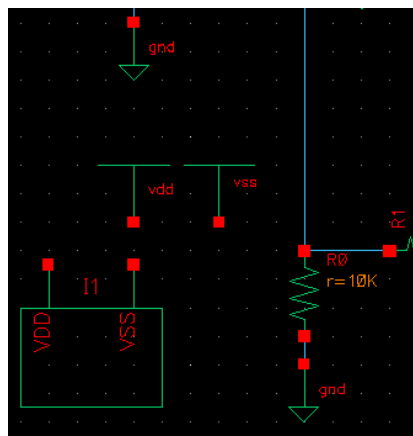

图 5.5 改变后的 ampTest 原理图
- ① 改变 ampTest schematic 的原理图 5.4 中电源部分如图 5.5 所示。